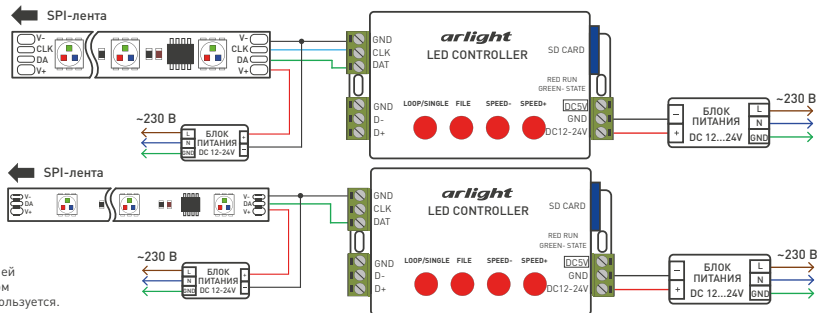
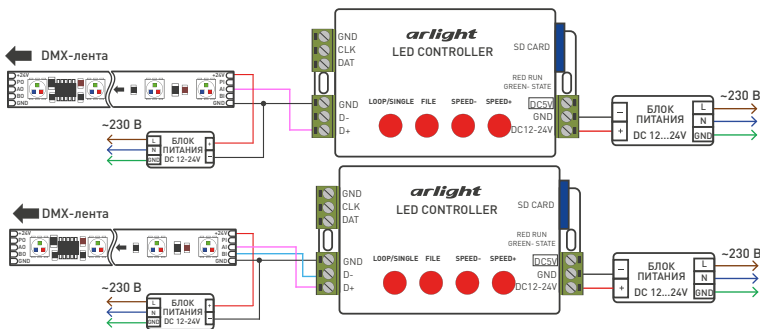

Рис. 2. Подключение светодиодной ленты или модулей с интерфейсом SPI.
Рис. 3. Подключение светодиодной ленты или модуля с интерфейсом DMX.
3.3. В зависимости от типа используемых светодиодных лент или модулей подключите их к выходу SPI (Рис. 1, Рис. 2) или DMX (Рис. 1, Рис. 3) контроллера. Использование выходов SPI или DMX будет зависеть и от выбора типа микросхем при составлении программы.